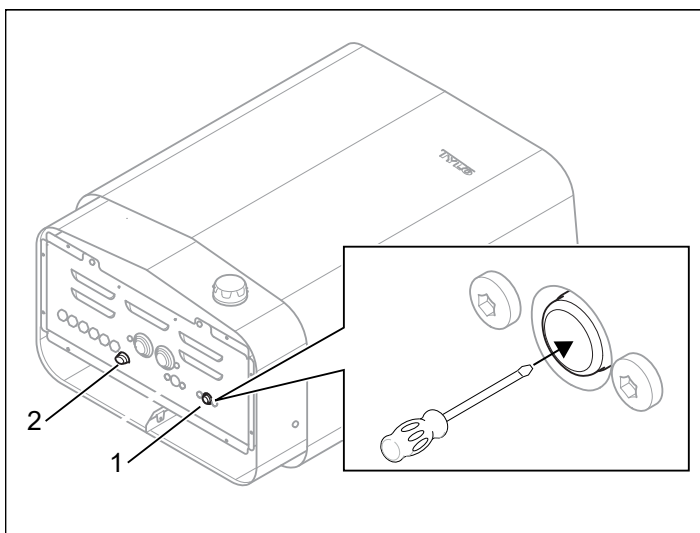

Рисунок 6: Сброс температурного выключателя
- **Нагреватель** - Температурный выключатель в нагревателе предназначен для защиты компонентов, труб и деревянных конструкций в сауне от перегрева. Под нагревателем расположена красная кнопка сброса, которая должна находиться в нажатом положении (см. Рис. 6). В случае срабатывания выключателя, кнопка зафиксируется в неподвижном положении и после перезапуска «отщелкнет». В случае если срабатывания выключателя не произошло, то после перезапуска кнопка будет пружинить.